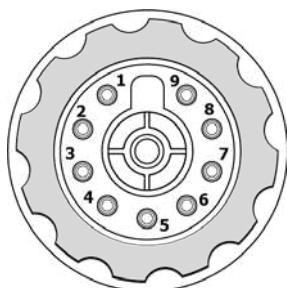

Рис. 8.6. Панельный разъём плазмотрона.
5. Разъём для подключения плазмотрона (См. рис. 8.6).